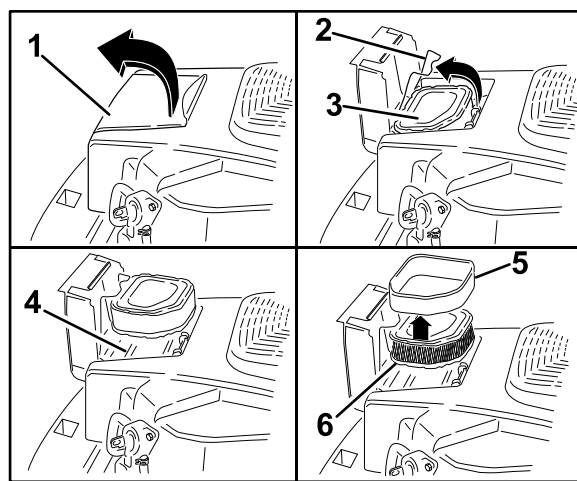

Figura 38
1. Aprite lo sportello del coperchio del filtro dell'aria sul convogliatore per accedere all'elemento (Figura 38).
2. Sganciate il fermo e togliete il filtro dell'aria (Figura 38).